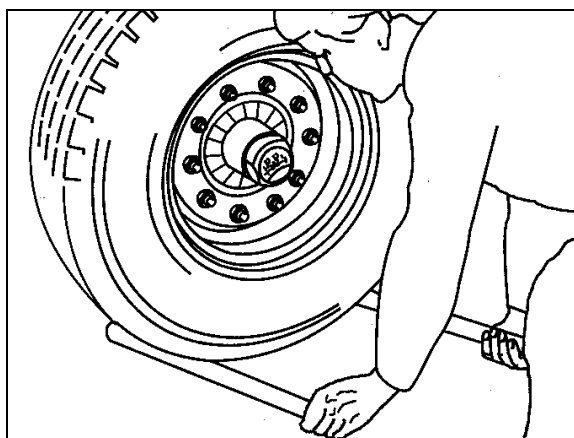

Fig. 84
1. Til kontrol af hjulnavslejeslør hæves akslen, indtil dækkene er fri (Fig. 84).